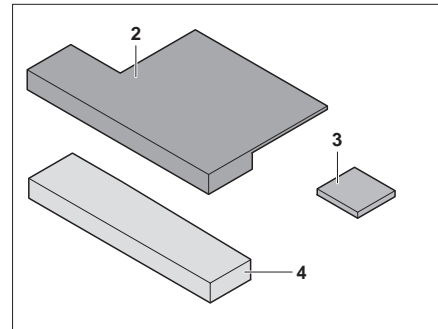

Bild 141 Zusatzpolster
- Sitzkeil (Bild 141,3) an Zusatzpolster (Bild 141,2) anbringen (mit Klettverschluss).